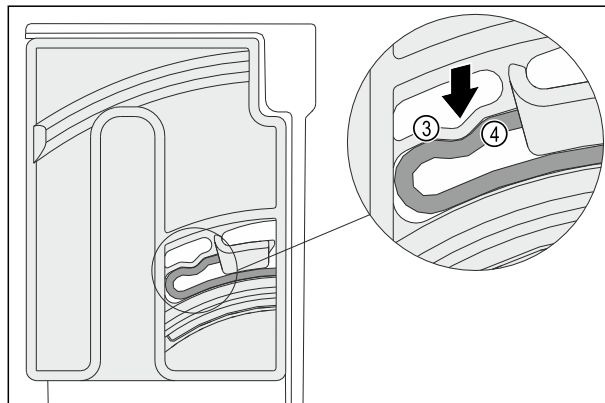

Fig. 174
- Elastičan element Fig. 174 (3) okretno jedinice čujno se ugavljuje u okrugli oblik žlijeba Fig. 174 (4).